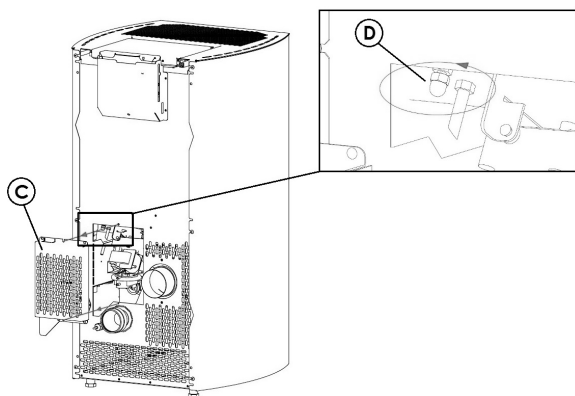

Fig. 25 - Carter verwijderen
- Verwijder de inspectiecarter "C" aan de rugzijde van de carter (zie Fig. 25).